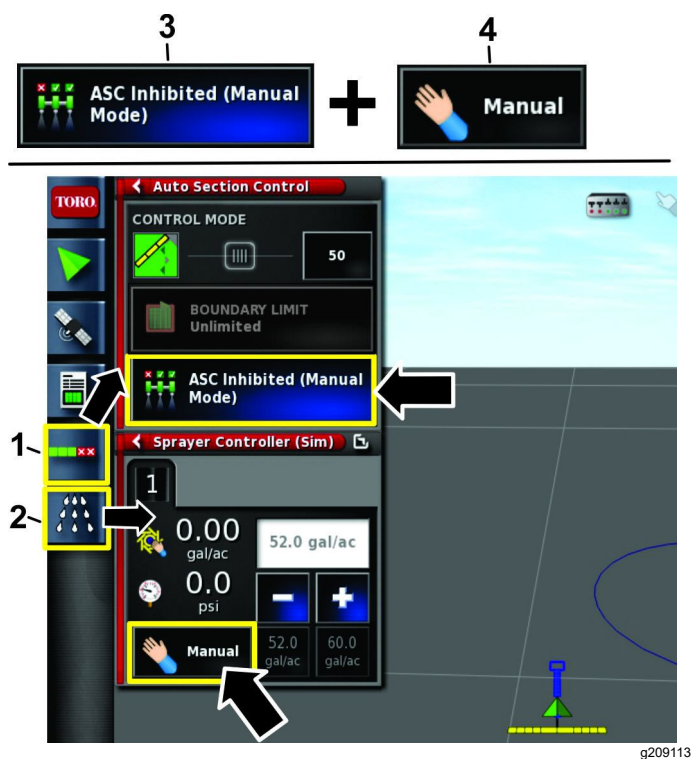

図 114
1. ASC 構成アイコンとスプレーヤコントローラアイコンを押す 図 114。
2. レート制御を手動に設定する 図 114。